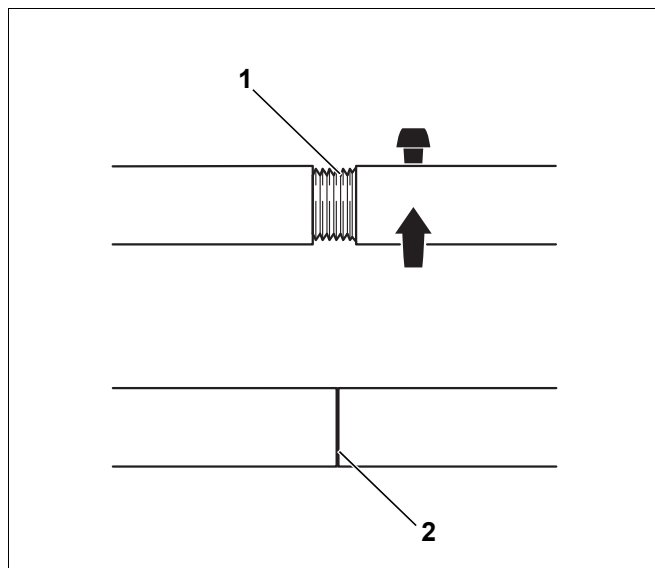

Fig. 20 Strettoi di montaggio 2.3
- Prima di ogni utilizzo controllare i tiranti e, se necessario, serrarli ulteriormente. Il tirante è posizionato correttamente quando è avvitato interamente e non si vede più la filettatura (fig. 20, [2]).
- Tenete pulite le filettature (fig. 20, [1]). Filettature sporche possono provocare danni agli strettoi durante l'operazione di serraggio.